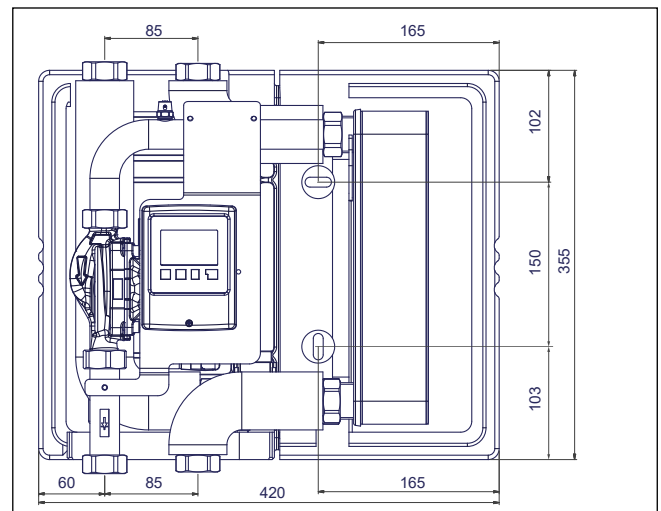

Abb. 8-2: Montageskizze FRIWAC
- Bei Handlungsschritten 2+3 die Abb. 8-2 beachten.